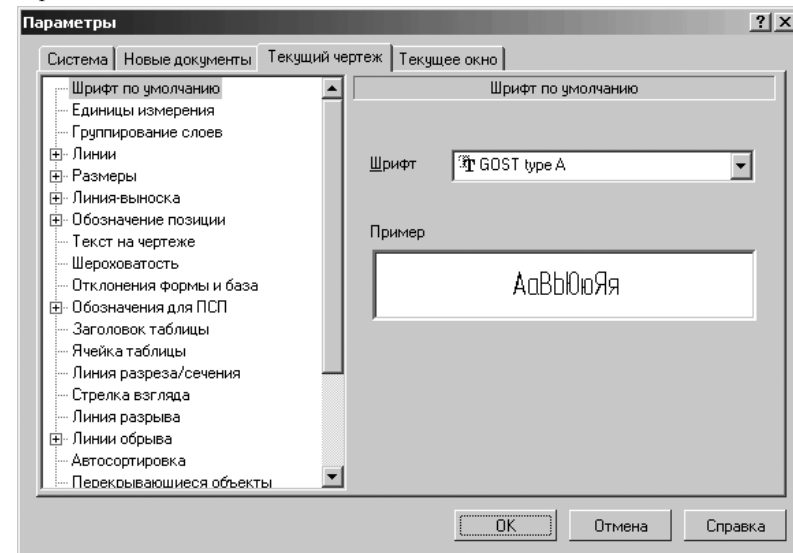

Рис. 10.102. Диалоговое окно **Параметры** с открытой вкладкой **Текущая деталь**
- щелкните в выпадающем меню по пункту **Параметры**. Появится диалоговое окно **Параметры** с открытой вкладкой **Текущий чертеж**, показанной на рис. 10.102.